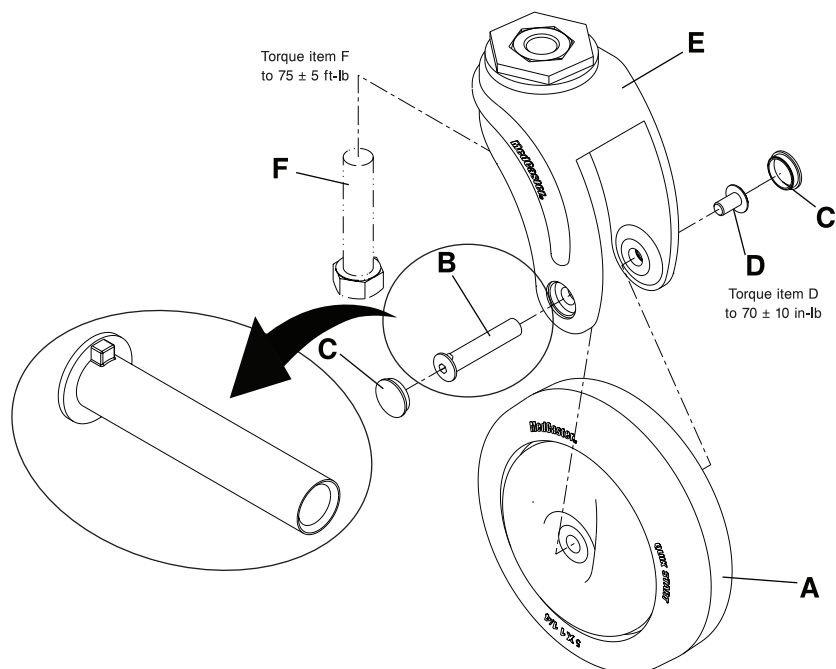

Figura 5-26: Substituição do conjunto de rodízio anterior
2. Com um gancho, retire e elimine as tampas das porcas do eixo cilíndrico do rodízio (C) (Figura 5-26 na página 5-44).
3. Com duas chaves sextavadas de 5/32", retire a porca do eixo cilíndrico (B) e o parafuso do eixo (D). Elimine a porca do eixo cilíndrico e o parafuso do eixo.
4. Agarre no rodízio anterior (A) e puxe-o para fora para retirá-lo da forquilha (E). Elimine o rodízio anterior.
5. Com uma chave tubular de 3/4" e uma chave com roquete de 3/8", retire o perno (F) para remover a forquilha (E) da estrutura da cadeira. Elimine a forquilha.
6. Inverta os passos 2 a 5 para instalar o conjunto de rodízio anterior fornecido. Com uma chave dinamométrica de 3/8" (ft-lb), rode o perno (F) até  $75 \pm 5$  ft-lb ( $102 \pm 7$  Nm) antes de instalar o rodízio na forquilha. Com uma chave dinamométrica de 3/8" (in-lb), rode o parafuso do eixo (D) até  $70 \pm 10$  in-lb ( $8 \pm 1,1$  Nm).
- Nota:** A cabeça da porca do eixo cilíndrico (B) só encaixa numa posição (Figura 5-26 na página 5-44). Alinhe correctamente a porca na forquilha do rodízio (E).